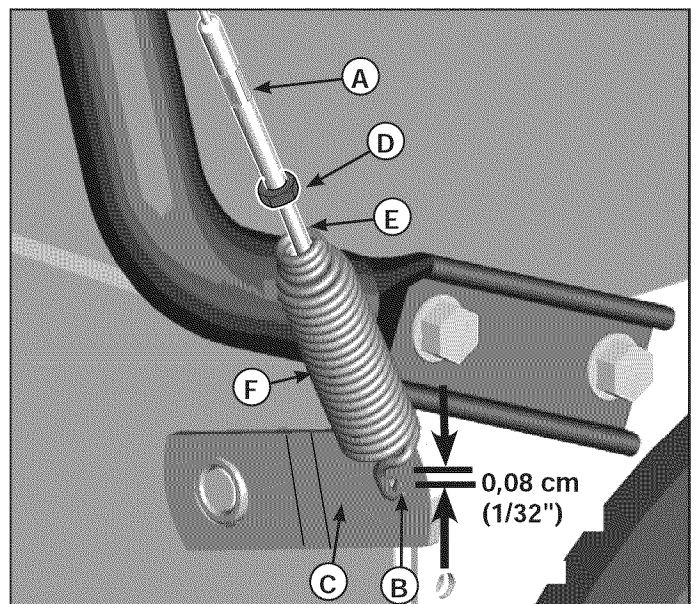

Figura 35. Ajuste de la transmisión del tornillo sinfin
2. Con la palanca de tracción suelta, el gancho muelle (B, Figura 35) debería tocar ligeramente la palanca (C) sin levantarla. Puede haber un máximo de 0,08 cm de distancia tal y como se muestra.
3. Para ajustar, afloje la tuerca (D) agarrando las arandelas de ajuste (A) y girando la tuerca (D). Gire las arandelas y agarre el tornillo. El tornillo de ajuste es un tornillo phillips y la cabeza se puede sujetar al girar con un destornillador a través del muelle (F).
4. Agarre las arandelas de ajuste (A) y apriete la tuerca (D).